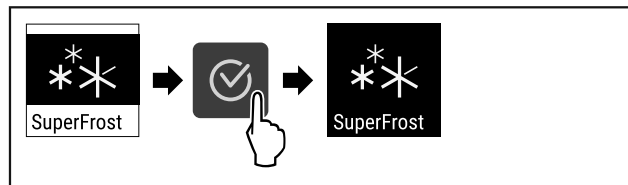

Fig. 93
- ▶ Suivre les étapes (voir Fig. 93).